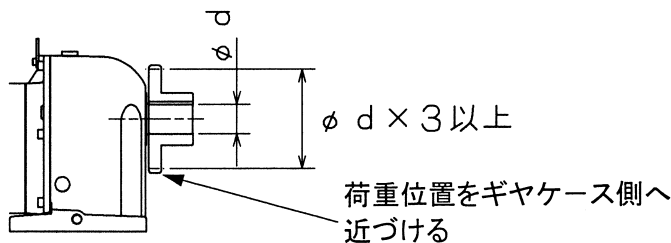

図14 スプロケット位置
- (3) オーバーハング荷重による損傷を防止するため、スプロケット、歯車、プーリなどは、荷重位置ができるだけ出力軸段付部側へくるように取付けてください（図14参照）。